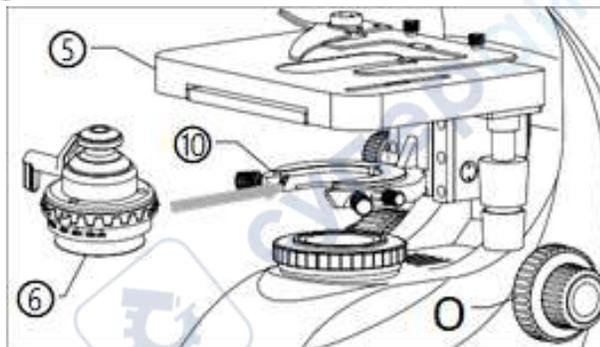

Рис. 12
(Рис. 12) Вращением ручки грубой настройки фокуса (**V, O**) поднять встроенный столик **⑤** в самое высокое положение. Вращением ручки настройки конденсора (**Q**) выставить держатель конденсора **⑩** в самое нижнее положение.